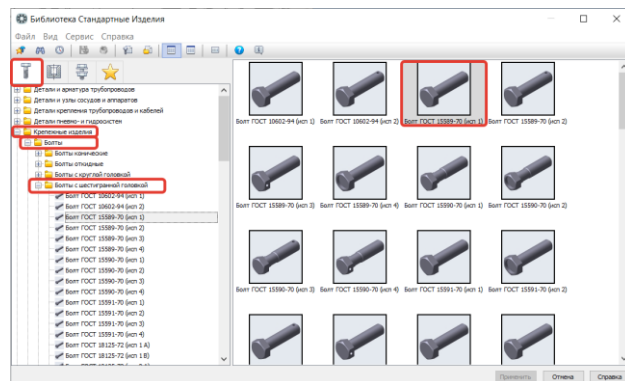

Рисунок 325 – Болт с шестигранной головкой
- В области свойств выберем Болт ГОСТ 15589-70 (исп. 1) (Рисунок 325);